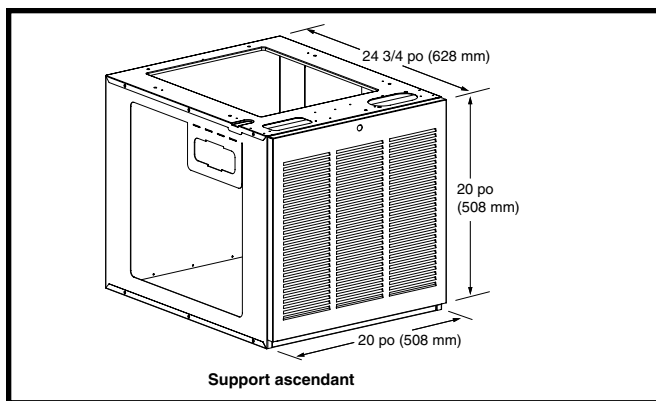

Figure 1. Support ascendant en option
- Modèles E7EM: Utilisez un boîtier de serpentín avec une porte pleine et un support ascendant (Figure 1 \(page 5\)). Les numéros de pièce se trouvent dans les documents de caractéristiques techniques. Voyez la
- Le support (Figure 1) utilise uniquement des filtres fournis dans la boîte. Le filtre dans la fournaise doit être retiré et jeté. Consultez les directives fournies avec le support ascendant pour obtenir des renseignements supplémentaires.